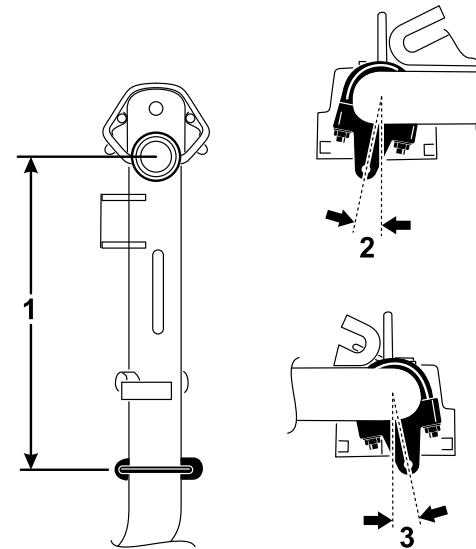

図 5
1. 昇降アーム1番、4番、5番で、チェーンブラケットとUボルトを、ピボットナックルのセンターラインから後ろに38.1cmさがった位置にセットする図 5。
2. 昇降アーム番、番では、ブラケットを垂直方向から右に10度回転させた状態で取り付ける図 5。
3. 昇降アーム4番では、ブラケットを垂直方向から左に10度回転させた状態で取り付ける図 5。